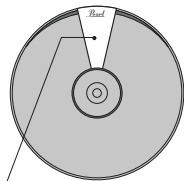

Fig. 4
- For proper playing position, ensure the Pearl Logo Plate is positioned "away" from the player (Fig.4).
- パールロゴプレートを演奏者と反対側になるようにセットしてください (Fig.4).